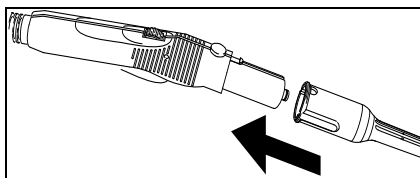

Рис. 6
- Соединить необходимую насадку (D1, E1, F1) с паровым пистолетом (С1). Для этого открытый конец насадки надеть на паровой пистолет (С1) и надвигать ее на паровой пистолет до фиксации разблокирующей кнопки (С2) на паровом пистолете (см. рис. 6).